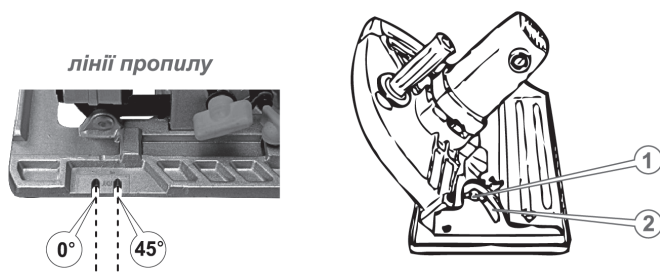

Рисунок 5. Схема регулювання кута різу.
1. Встановити пилу на рівній чистій поверхні верстата в положення, як на рис. 5.
2. Послабити затискний гвинт регулювання кута різу (1, рис. 5) механізму регулювання кута різу.
3. Акуратно нахилити корпус пили відносно бази та встановити необхідний кут різу (у межах від 0 до 45°), використовуючи градуйовану шкалу (2, рис. 5).
4. Надійно затягнути гайку-баранець (1, рис. 5) механізму регулювання кута різу.